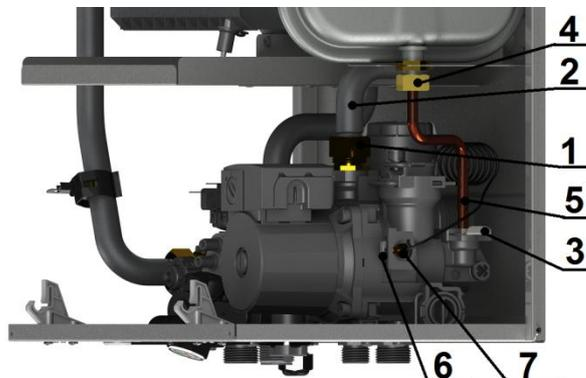
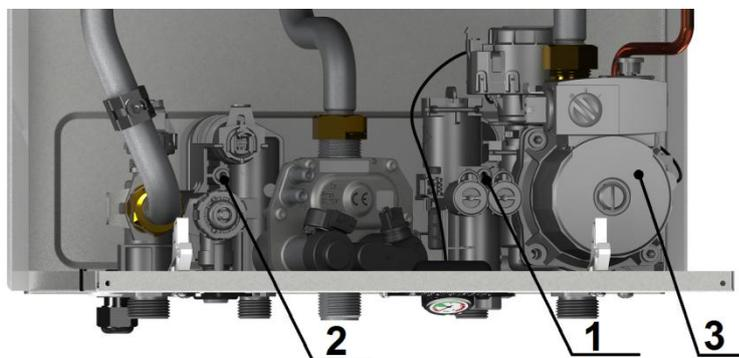

Рис. 13 Демонтаж гидроблока
Рис. 14 Демонтаж гидроблока
- ключом на 30 отвернуть гайку (1) и отвести в сторону трубу выхода КО (2), см. рисунок 13;
- отсоединить трубку бака (5), вытащив скобу крепления (3) и ключом на 22 отвернув гайку (4);
- отсоединить штуцер манометра (7), вытащив скобу крепления штуцера (6) из корпуса насоса;
- отвернуть винт (1) и ослабить винт (2) крепления вторичного теплообменника, см. рисунок 14;
- извлечь гидроблок (3) вместе с насосом, потянув его с небольшим усилием вверх и вправо.